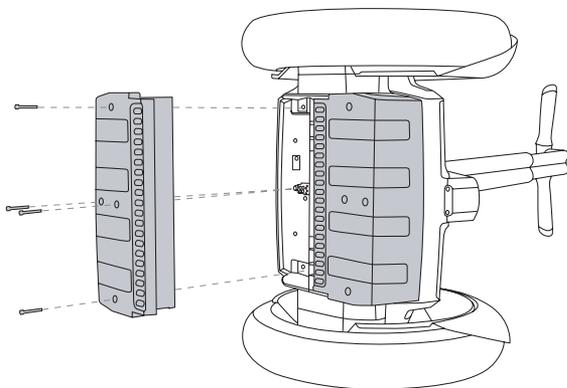

Figure 35. Retrait des batteries
2. Basculez le Segway TP sur le côté de manière à ce que la roue repose à plat sur une surface plane et propre. Voir la **Figure 35**.